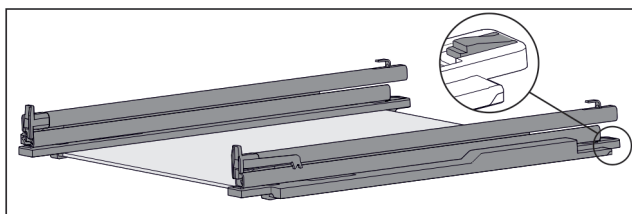

Fig. 222 Staklena ploča s vodilicama i pridržnim dijelovima
- Pridržni dio straga pritisnite prema dolje (pogledajte Fig. 222) u i istovremeno gurnite vodilicu prema otraga.